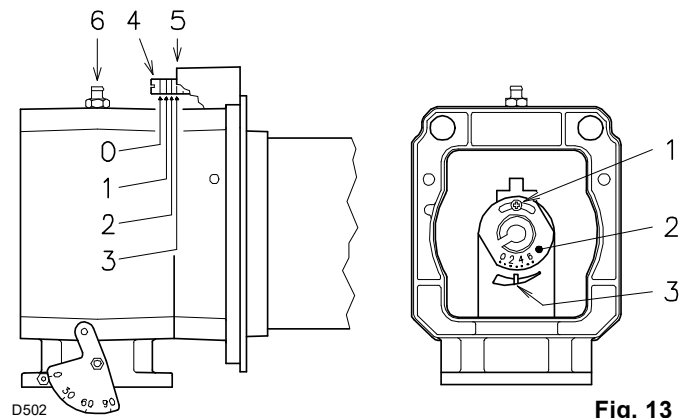
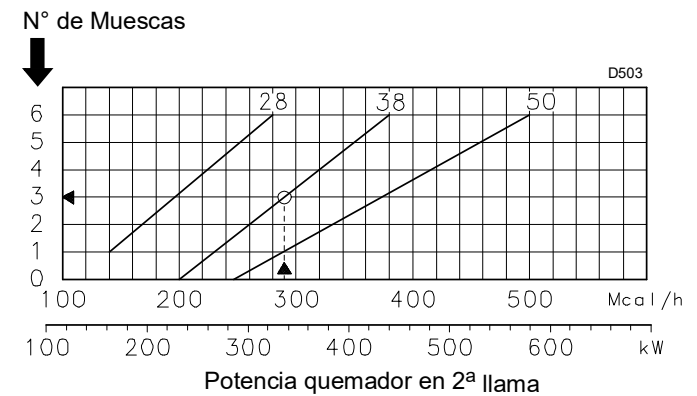

Fig. 13
Fig. 14
Encontrar en el gráfico (Fig. 14) la muesca a la cual regular tanto el aire como el gas/aire central.
- Girar el tornillo 4)(Fig. 13) hasta que coincida la muesca encontrada con el plano delantero 5) de la brida.
Para facilitar la regulación, aflojar el tornillo 6)(Fig. 13), regular y después bloquear.
- Aflojar los tornillos 1)(Fig. 13) y girar la tuerca 2) hasta que coincida la muesca hallada con el índice 3).
Del gráfico de la Fig. 14 resulta que para esta potencialidad las regulaciones del gas y del aire se realizan en la muesca 3.
Tuerca del gas 2)(Fig. 13 en pág. 17) regulada como se indica en el gráfico (Fig. 14 en pág. 17).